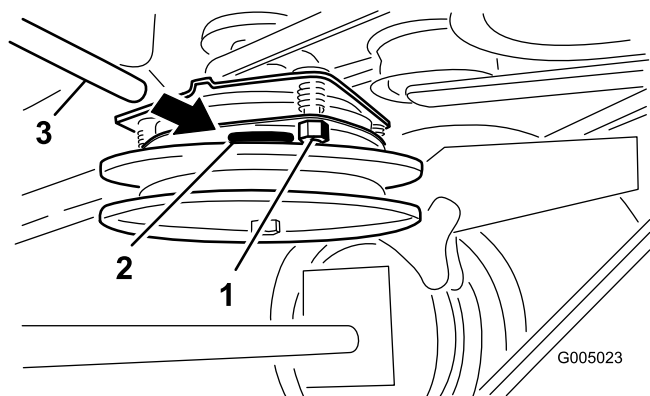

Figura 37
2. Serrate i dadi di bloccaggio fino ad avvertire un leggera tensione sullo spessore, che non impedisce di muoverlo facilmente entro lo spazio libero (Figura 37).